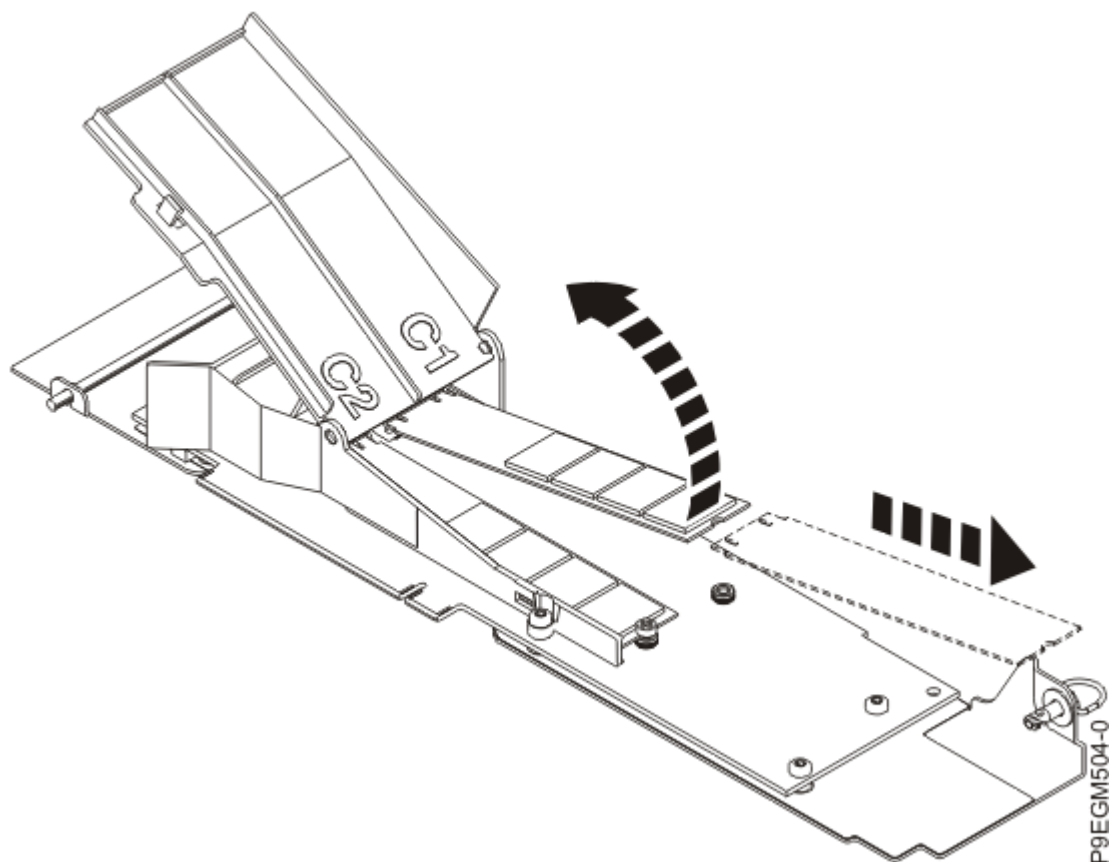

Figura 17. Remover o módulo flash da placa portadora NVMe M.2
- c) Remova o módulo flash ao levantar e rodar o mesmo conforme demonstrado em Figura 17 na página 23